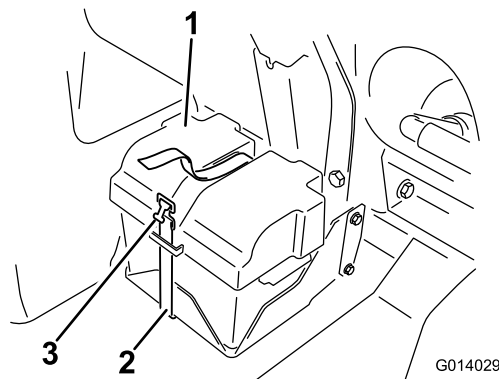
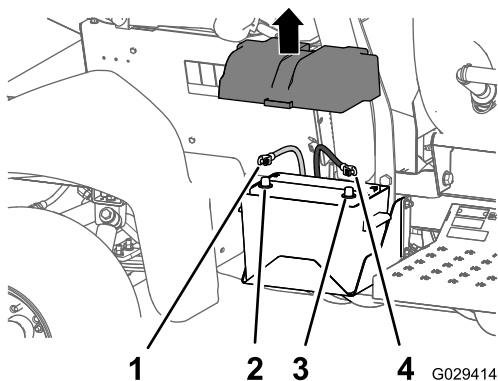

図 1
図 2
1. バッテリーについているカバーを外し、バッテリーのマイナス黒端子からケーブルを外す 図 1 と 図 2。
2. バッテリー端子からプラス赤ケーブルを外す 図 2。